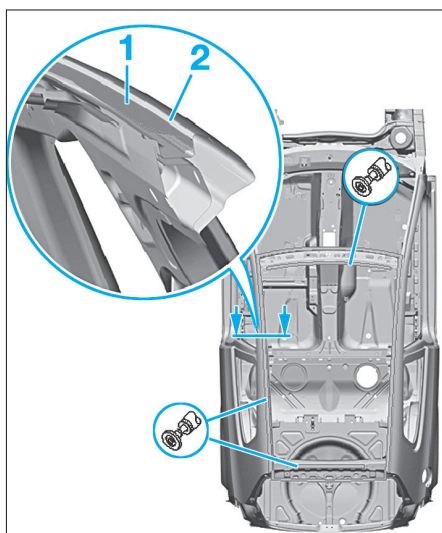

FIG. 119
- Préparer les zones d'accostage, éliminer entièrement les restes de colle et poncer à nu les surfaces de collage (Fig.119).
*En enlevant les morceaux de tôle restants (1) du pavillon, veiller à ne pas endommager le panneau latéral (2).